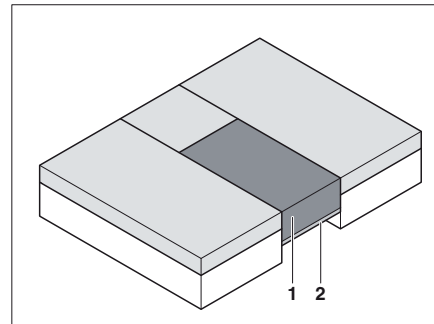

Fig. 79 Après la transformation
- Poser le coussin supplémentaire (Fig. 79,1) sur le sommier à lattes déployé (Fig. 79,2).